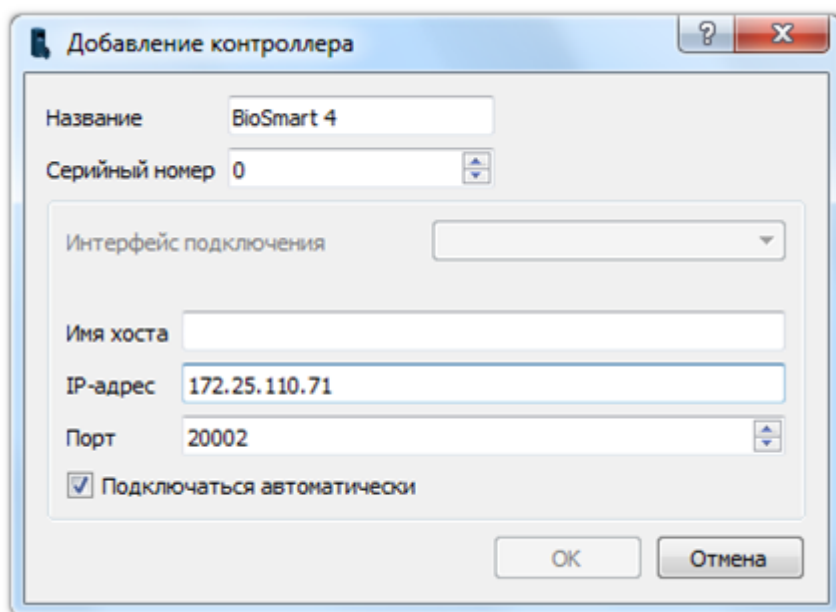

Рисунок 5. Добавление контроллера вручную.
- 3) Ввести IP-адрес контроллера в поле «IP-адрес» (рисунок 5) или DNS-имя контроллера в поле «Имя хоста»;
- 4) Ввести название контроллера в поле «Название» (рисунок 5);